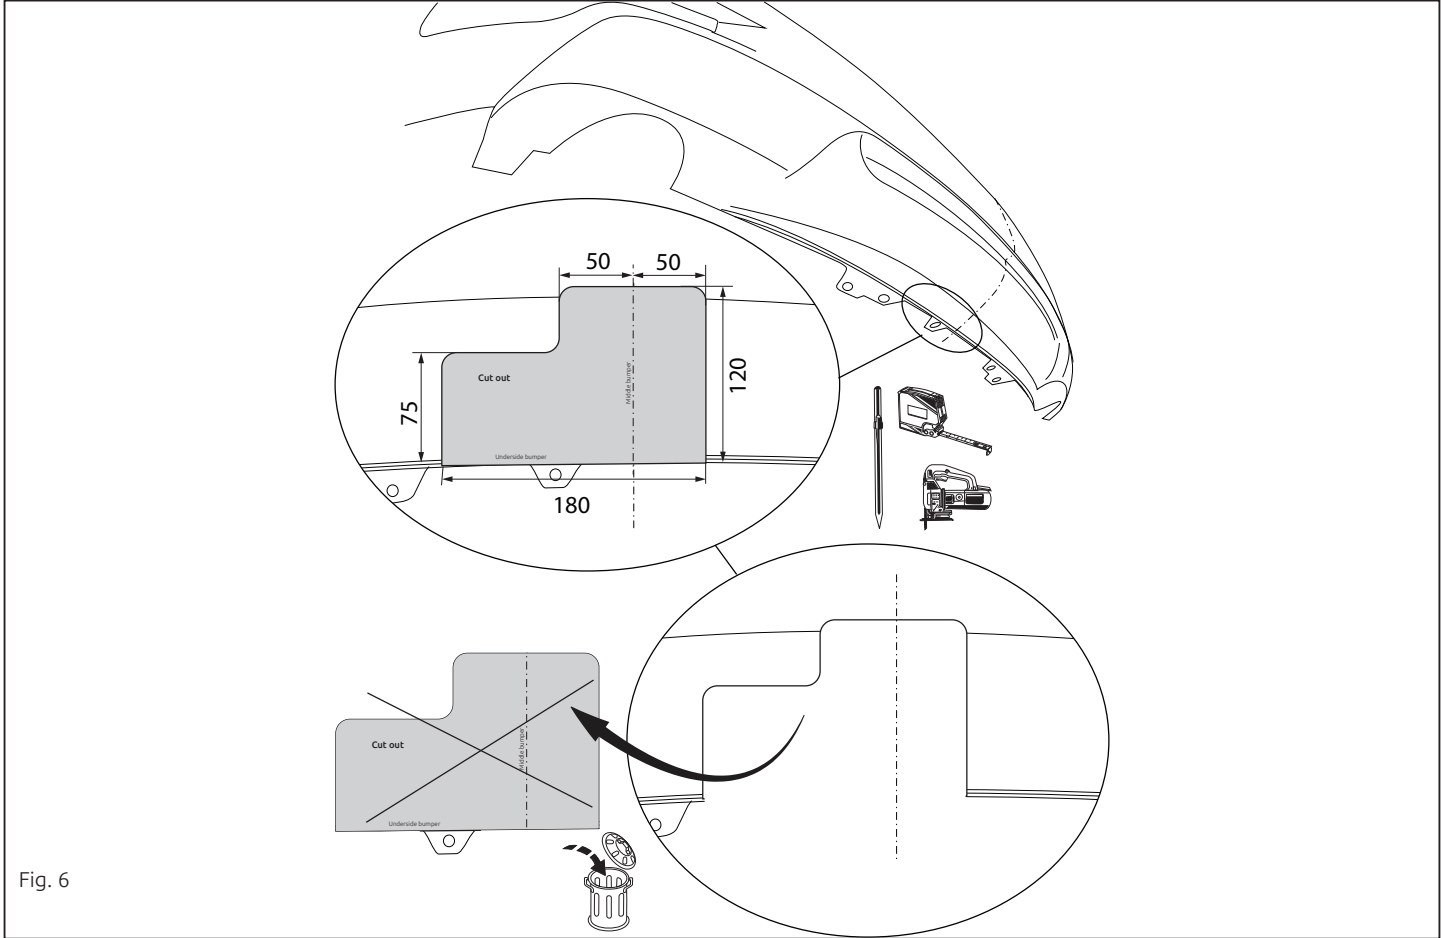

Fig. 6
12. Выпилить указанные части из бампера в середине снизу, как указано на рис. 6.